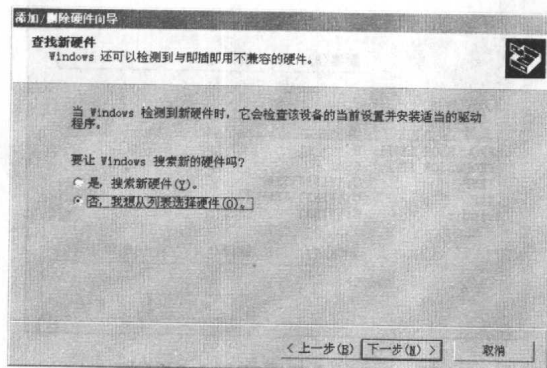
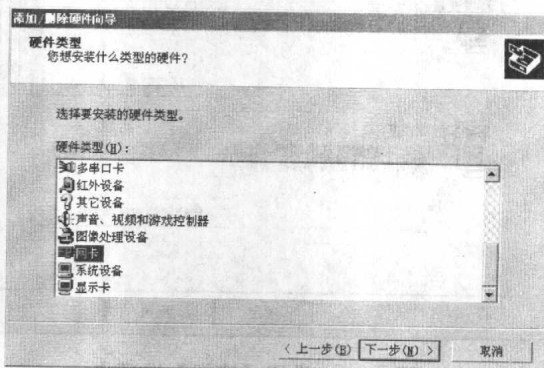

图 1-6 选中【否，我想从列表选择硬件】单选按钮
图 1-7 【硬件类型】对话框
Step4 选中【添加新设备】选项，然后单击【下一步】按钮，出现如图 1-6 所示【查找新硬件】对话框。选中第 2 个单选按钮，然后单击【下一步】按钮，出现如图 1-7 所示的【硬件类型】对话框。